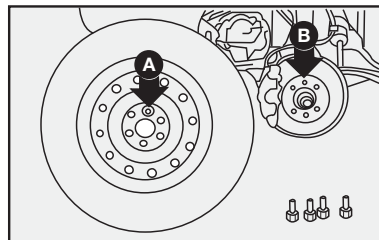

fig. 5
6) Monte la rueda de repuesto, de manera que los tornillos **B** coincidan con los orificios **A**-fig. 5.